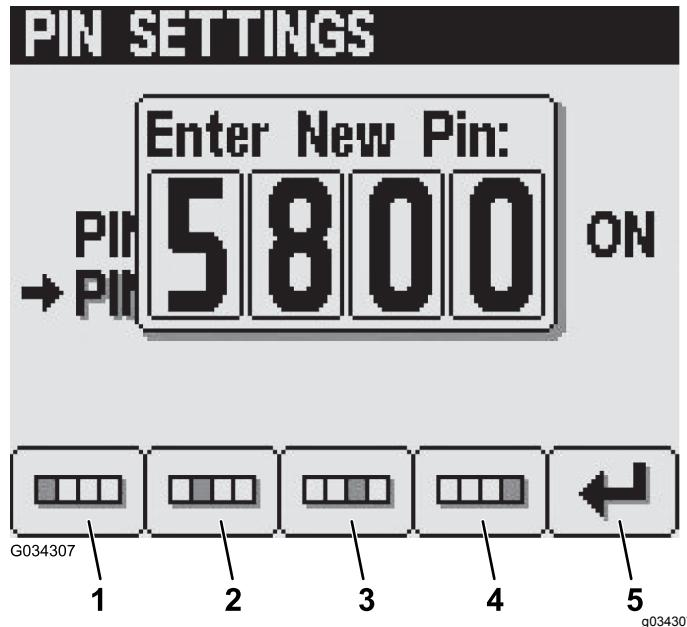

Bild 28
5. Drücken Sie auf dem Bildschirm „Enter new PIN“ die Tasten 1 bis 4, um den neuen PIN-Code einzugeben. Drücken Sie nach dem Eingeben der PIN die Taste 5 (Bild 28).